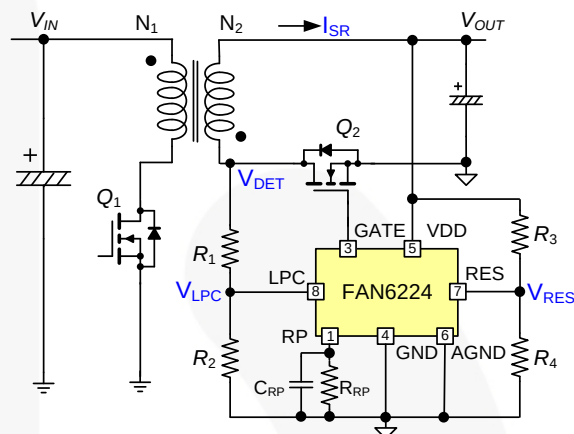
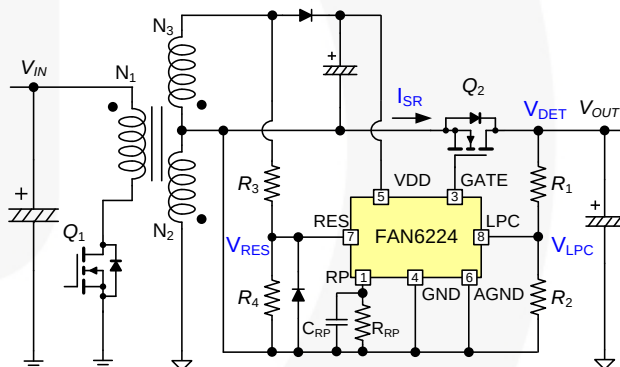
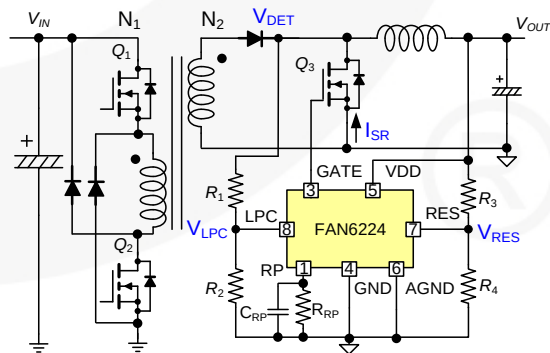

图1. 低端反激式转换器的典型应用电路
图2. 高端反激式转换器的典型应用电路
图3. 双开关正激续流整流的典型应用电路
FAN6224是一款可驱动MOSFET而实现更高效率的次级端同步整流(SR)控制器。该器件适合连续导通模式(CCM)、非连续导通模式(DCM)和准谐振(QR)反激式转换器,在低侧和高侧整流中皆可运用,如图1和图2所示。该器件还可用于正激或双管正激续流整流,如图3所示。
SR MOSFET关断时序通过线性预测时序控制确定,工作原理基于的是伏秒平衡定理。该控制算法通过检测次级绕组电压和输出电压实现,如图1所示。该方法可避免使用感应电阻,从而提高效率。此外,该方法不依赖MOSFET的导通电阻,因此提高了MOSFET选型的灵活性。
对于低端应用，输出 (V_{OUT}) 可为 FAN6224 供电。如图 1 所示， V_{DD} 引脚与 V_{OUT} 直接连接。 V_{DD} 的工作范围为 11.5 V 至 26 V。若额定输出电压超出该范围或者 FAN6224 用于高端应用，则需用辅助绕组 (N_3) 为 FAN6224 供电。辅助绕组反映的是 V_{OUT} ，因此 V_{DD} 可由下式推导得出：
如图 1 所示，LPC 和 RES 引脚的电阻需针对线性预测时序控制进行适当设计。当设计四个电阻时，从 LPC 部分开始设计。首先，选择 LPC 电阻比率 ($Ratio_{LPC}$)，确定合适的 LPC 工作范围。然后根据 $Ratio_{LPC}$ 的值选择适当的 R_1 和 R_2 电阻。其次，选择分压比 (K)。则可得出 RES 电阻 ($Ratio_{RES}$) 比率。最后，根据 $Ratio_{RES}$ 确定 R_3 和 R_4 ，完成设计。